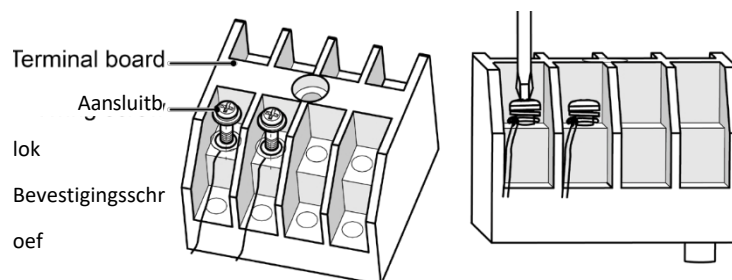

Fig. 5.3.1
- 3 Sluit de communicatiekabel aan op de klemmen D1 en D2 van het interne 4-bits bedradingspaneel, zoals weergegeven in Fig. 5.3.1.